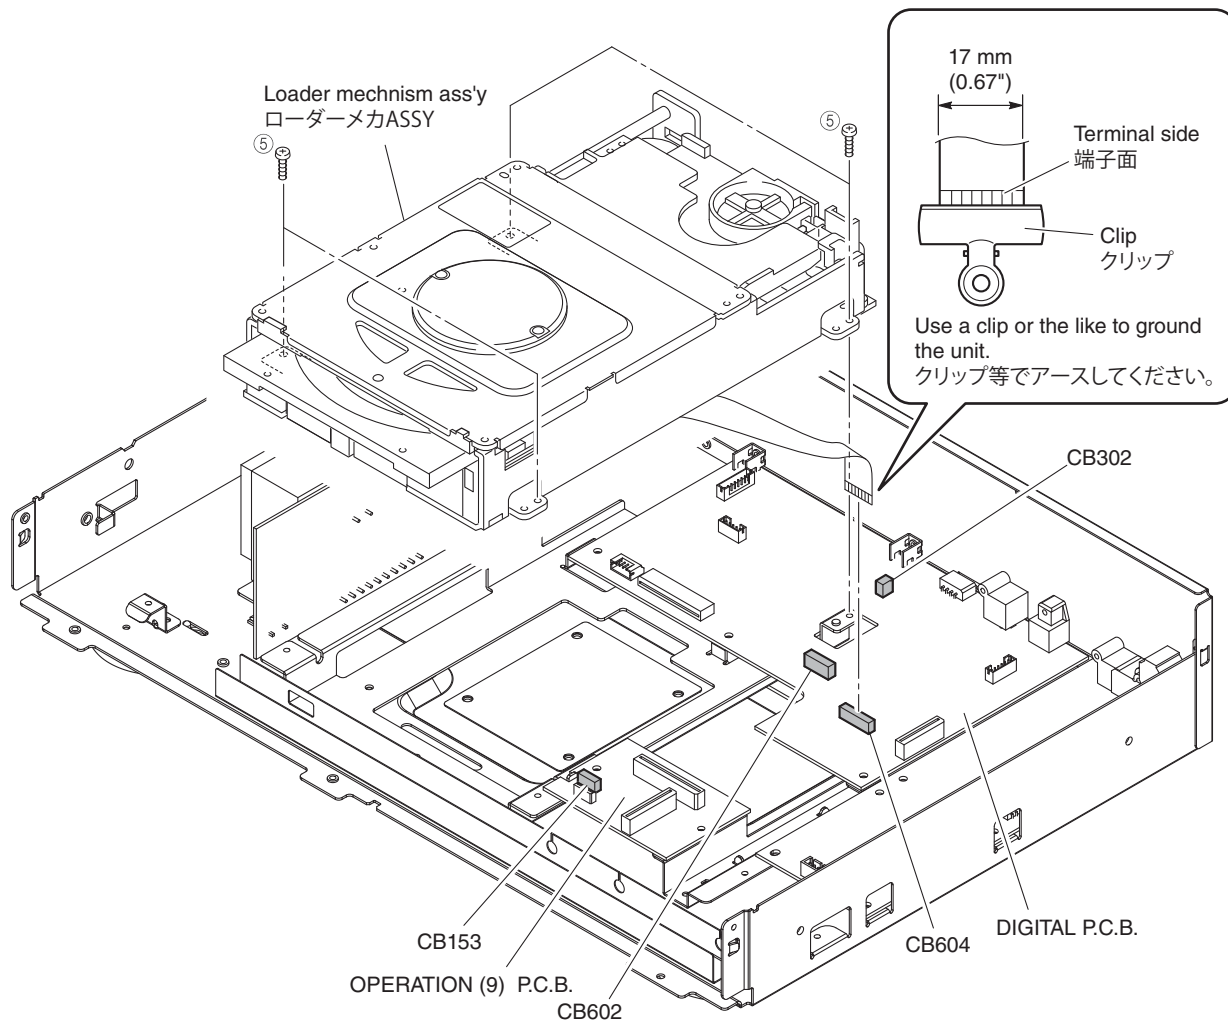

Fig. 4
- Remove 4 screws (⑤). (Fig. 4)
- Remove CB153, CB302 and CB602. (Fig. 4)
- Remove CB604 and ground the terminal face of the flexible flat cable with a clip or the like. (Fig. 4)
- Lift loader mechanism ass'y up slightly and move it backward to remove. (Fig. 4)
- (⑤) のネジ 4 本を外します。(Fig. 4)
- CB153、CB302、CB602 を外します。(Fig. 4)
- CB604 を外し、カード電線の端子面をクリップ等でアースします。(Fig. 4)
- ローダーメカ ASSY を持ち上げて、後方へ取り外します。(Fig. 4)